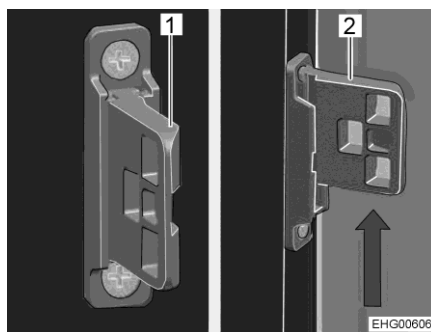

Bild 247 Låsanordning
■ Skjut låsanordningen uppåt (Bild 247,2).
■ Skjut låsanordningen nedåt (Bild 247,1).